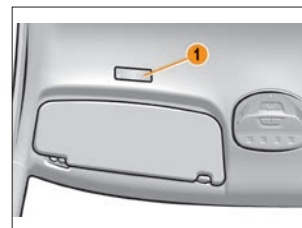
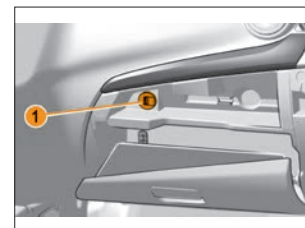

Рис. 2. Микрофон MMC
Рис. 3. USB-разъем MMC для
2.3. Ниже приведено описание особенностей управления автомобилем с автоматизированной (АМТ) коробкой передач и левым расположением органов управления (см. рис. 2), которые необходимо учитывать при эксплуатации автомобиля согласно требованиям основного РЭ автомобиля:
Перед солнцезащитным козырьком водителя расположен микрофон 1 MMC (рис. 2). MMC LADA EnjoY Pro имеет возможность подключения USB-накопителя. USB-разъем 1 (рис. 3) для подключения USB-накопителя расположен в вещевом ящике. Данный USB-разъем может быть использован и для зарядки аккумуляторов внешних периферийных устройств (планшетный компьютер, смартфон) с номинальным напряжением 5 вольт (V) и номинальным током нагрузки не более 2.1 ампер (A). Для подключения заряжаемого устройства должен быть использован разъем USB, тип A.